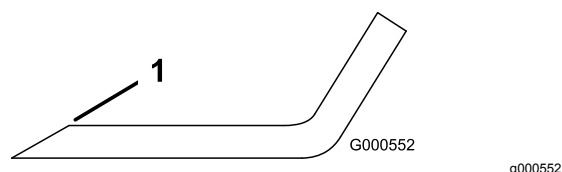

Figura 66
1. Affilate i taglienti da entrambe le estremità della lama con una lima (Figura 66).
Nota: Se la lama non è bilanciata, limate del metallo soltanto dalla costa (Figura 66).